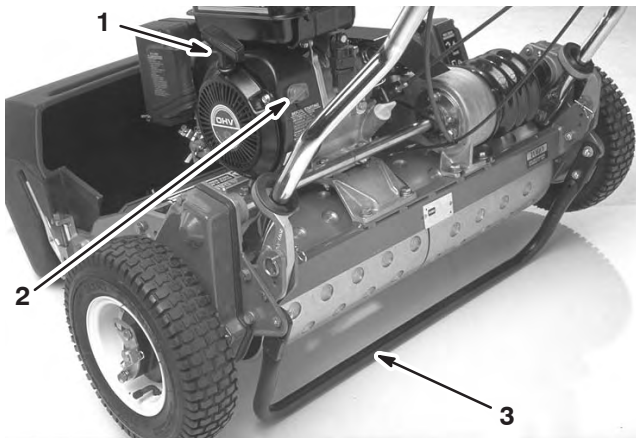

Bild 23
Ein-/Aus-Schalter (Bild 23)
Rücklaufstarter (Bild 23)
Ständer (Bild 23)
3. Stellen Sie den Ein-/Aus-Schalter (Bild 23) auf die Stellung „Ein“.